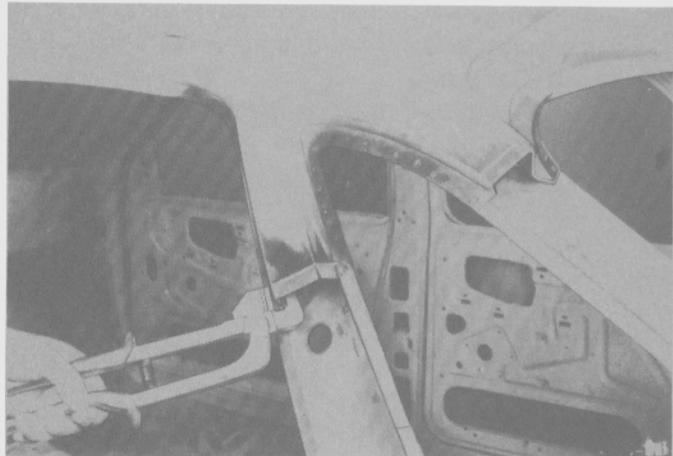

Fig. 208
- Eliminar las rebabas y encastrar los bordes cortados del pilar "C" (Fig. 208).